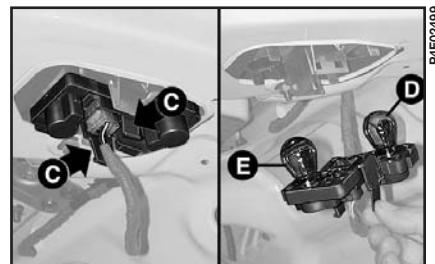

рис. 22
- 3)** Нажав на выступы-фиксаторы **C** (**рис. 22**), извлеките плату с патронами.
**4)** Чтобы извлечь лампу, слегка надавите на нее и поверните против часовой стрелки (**рис. 22**).
В этом фонаре имеются лампы следующих типов (**рис. 22**):